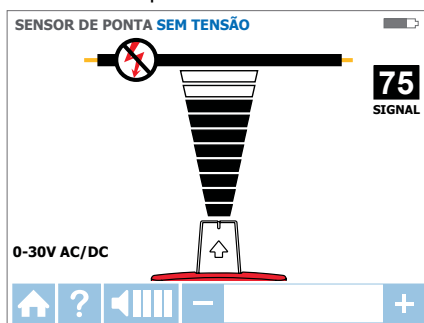

Figura 3.2c: O recetor exibe um sinal detetado no modo de SENSOR DE PONTA sem eletricidade
4. Procure a área alvo com o Sensor de ponta para encontrar o nível de sinal mais elevado (Figura 3.2c). Durante a localização, ajuste periodicamente a sensibilidade para manter a intensidade do sinal próxima dos 75. Aumente ou diminua a sensibilidade premindo os botões + ou - no teclado. Se o sinal for demasiado forte para localizar com precisão, mude o transmissor para modo BAIXO.